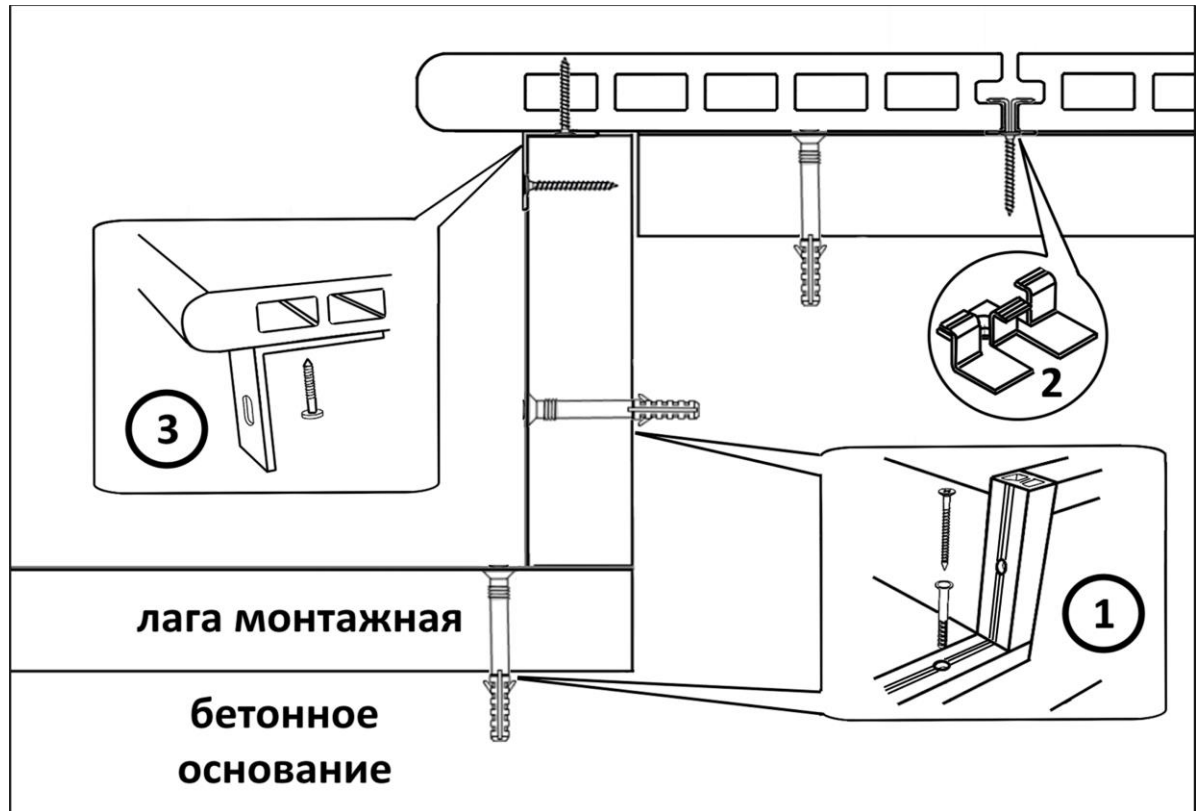

Рис. 9 – установка первой стартовой доски 160 x 22
К стартовой доске 160 x 22 снизу саморезом 4 x 20 мм прикрепляется монтажный уголок таким образом, чтобы при установке стартовой доски в монтажную клипсу уголок можно было бы прикрутить к вертикальной лаге подконструкции, Рисунок 9, поз. (3).
Затем устанавливается доска стартовая 160 x 22 с помощью монтажной клипсы и металлического уголка, аналогично рис. 9. Монтаж ступеней повторяют в соответствии с описанной выше схемой.